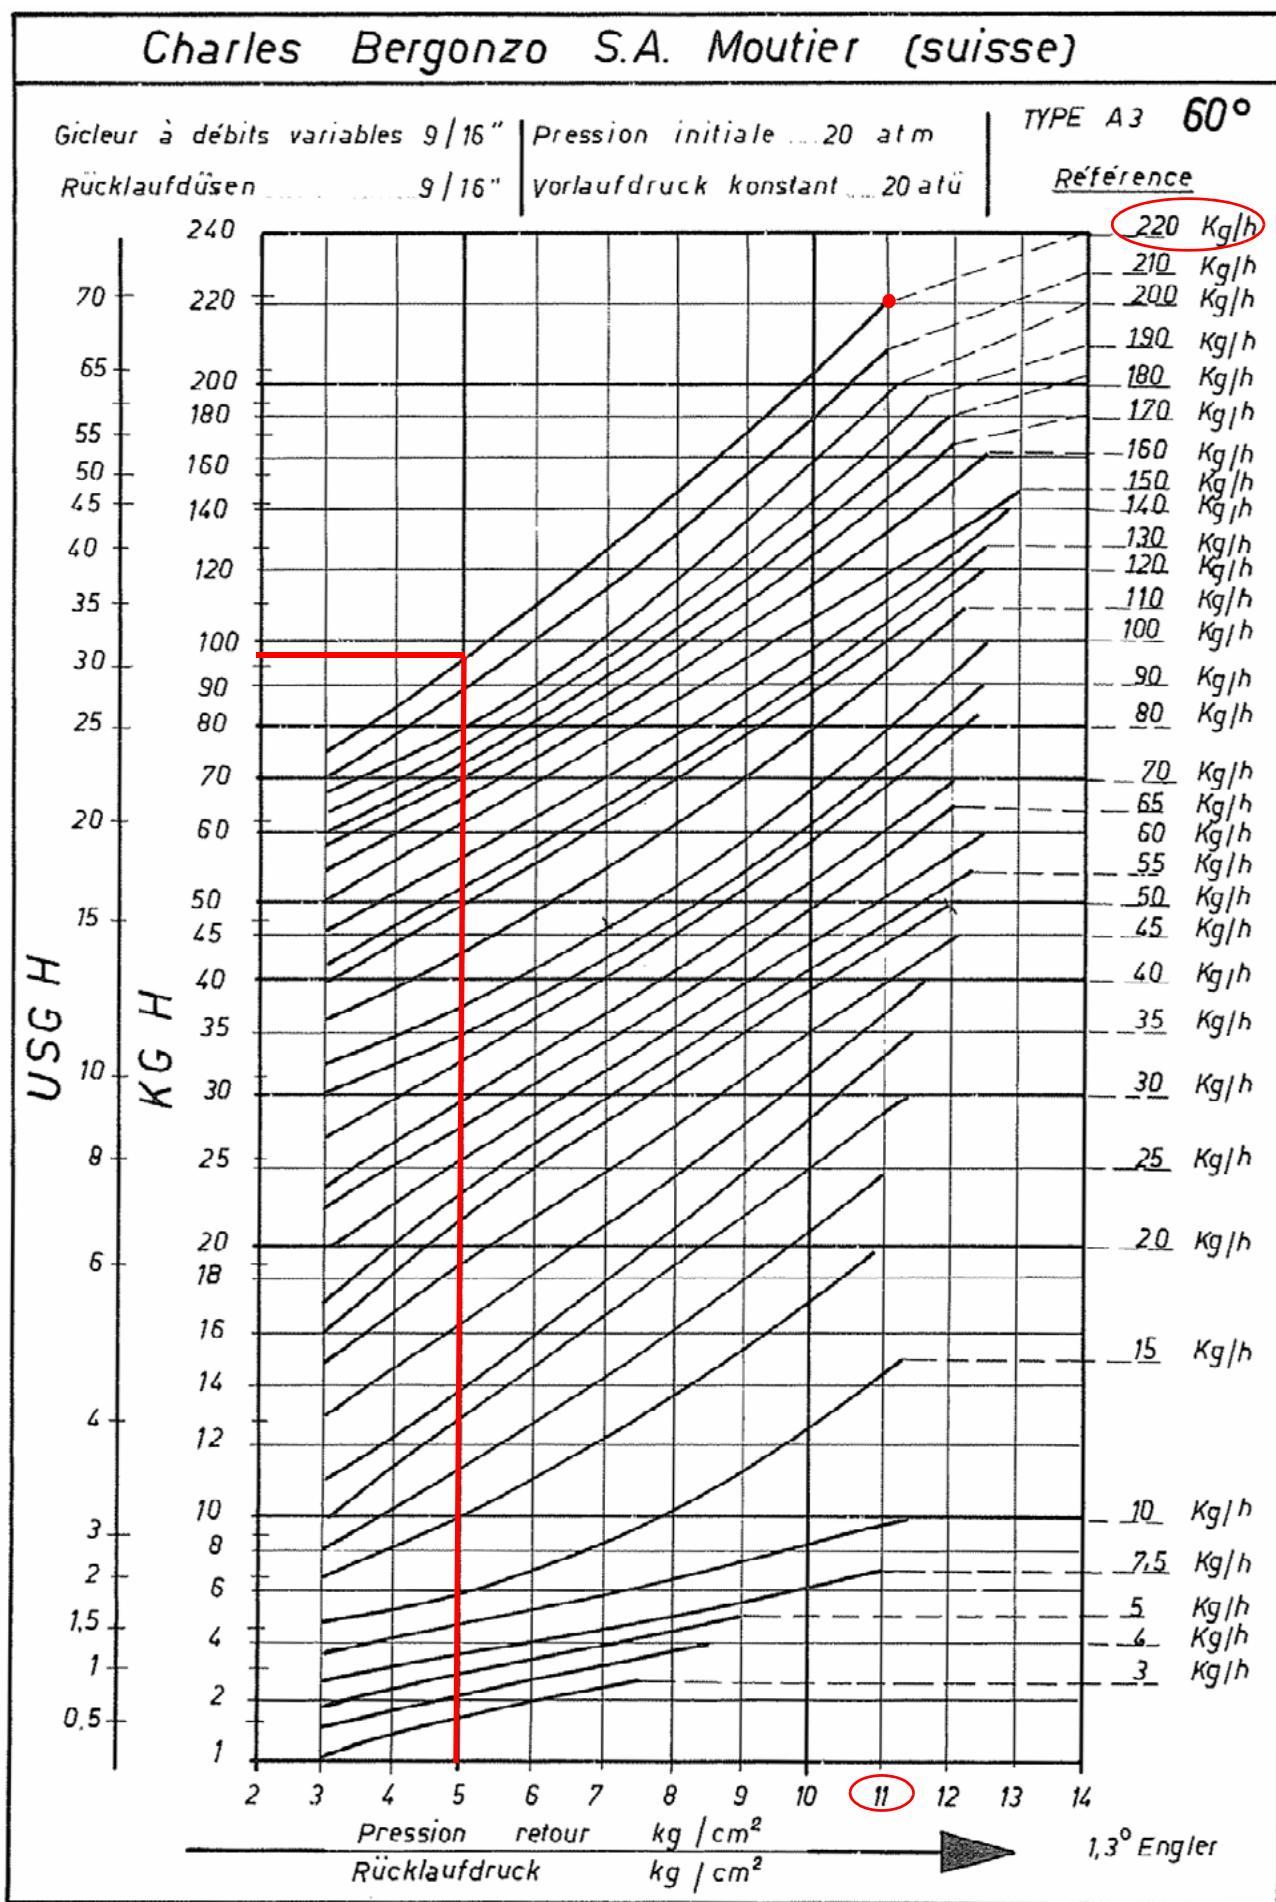
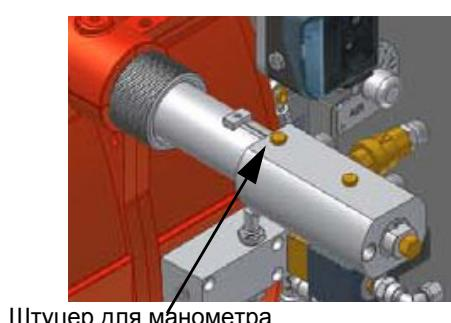

Рис. 21
Рис. 23
Расход дизельного топлива регулируется за счет выбора форсунки (противовпоточного типа), соответствующего мощности котла и типу применения размера, а также регулировки давления на прямом и обратном ходе жидкого топлива, согласно данных, указанных в таблице и на графике на Рис. 21 (для считывания давления - читайте последующие параграфы).
Пример: 80% номинального расхода на форсунке можно получить, если установлены форсунки с расходом более 100 кг/час, при давлении на обратном ходе примерно равном 18 бар (см. график на Рис. 21).
- Давление питания форсунки уже отрегулировано заранее на заводе-изготовителе и не должно изменяться. Только в случае необходимости, отрегулировать давление питания (см. соответствующий параграф) следующим образом: установить манометр в положение, указанное на Рис. 23, воздействовать на регулировочный винт **VR** насоса (см. Рис. 22) до получения на форсунке давления в 25 бар (форсунки Fluidics - см. график на Рис. 21);